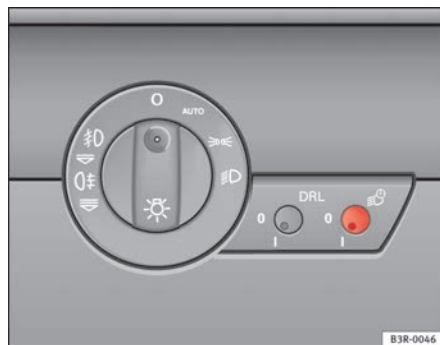

Fig. 85 Dettaglio della plancia portastrumenti: Interruttore coming / leaving home
- Premere l'interruttore ⇒ **fig. 85** per sbloccarlo.